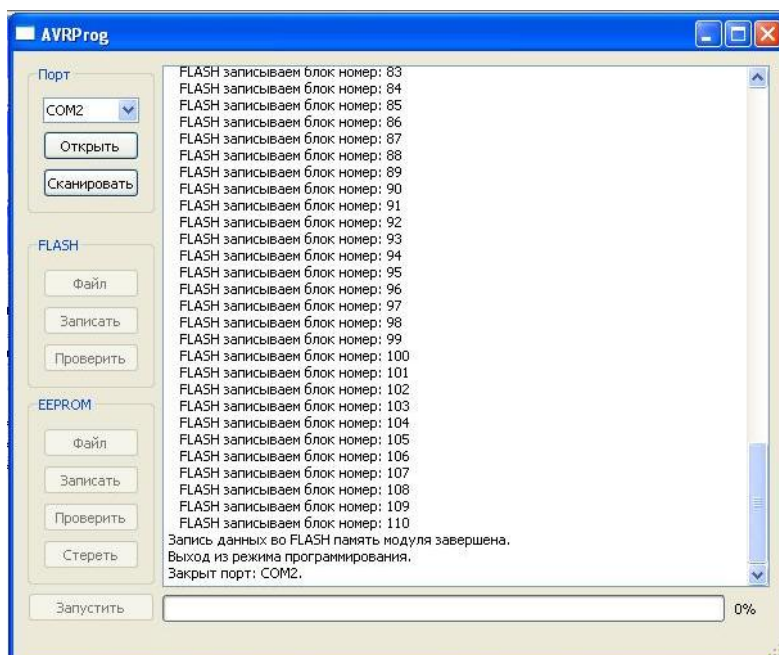

Рис.7
7. Нажмите кнопку запустить. При этом произойдет выход модема из режима программирования, ком-порт закроется (рис.7).